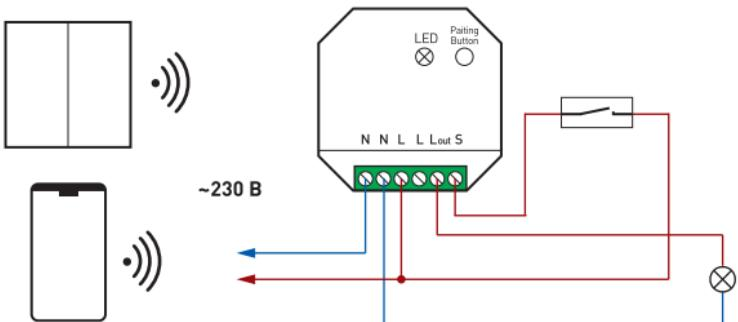

Рисунок 1. Пример схемы подключения диммера TY-601-72-PS-IN к светодиодным источникам и проводному выключателю
3.3. Подключите устройство согласно схеме на рис. 1.